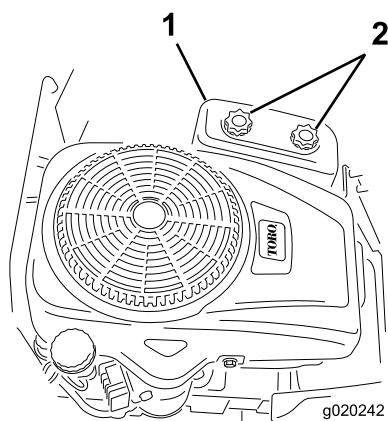

Figura 27
4. Togliete il coperchio del filtro dell'aria svitando le 2 manopole (Figura 27).
3. Montate il coperchio del filtro dell'aria e serrate le due manopole (Figura 27).